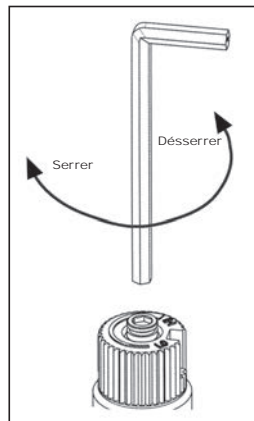

Figure 11: Retrait de la vis de la valve.
- d) Insérez une clé Allen de 5/32" ou 4 mm dans la partie hexagonale de la vis (vee figure 11), tournez-le dans le sens antihoraire jusqu'à ce qu'elle soit libre et l'extraire.
- e) Retournez la vis (référez-vous à la figure 11).